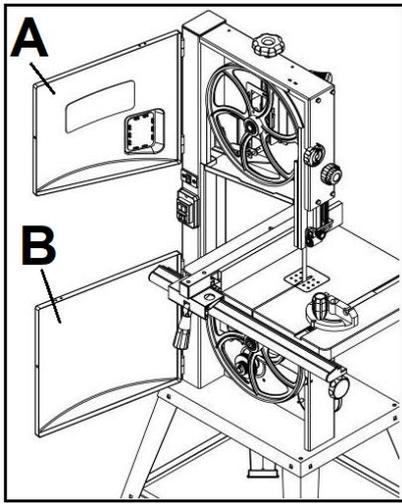
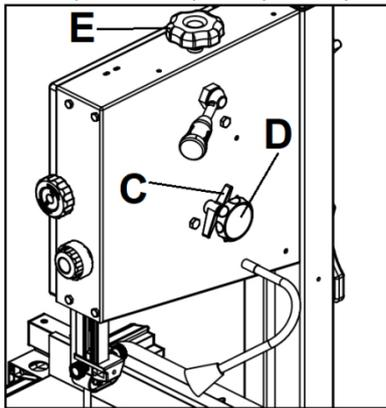
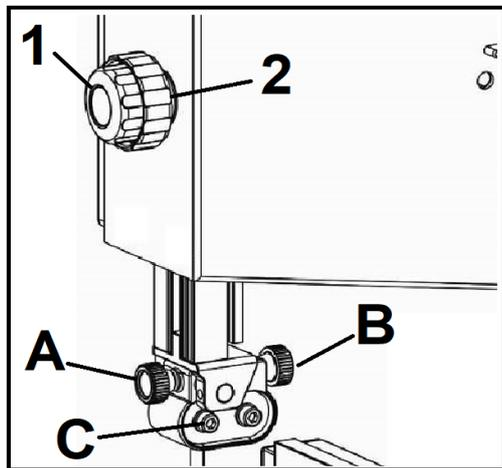

Рисунок 14
Рисунок 15
Рисунок 17
Если пильная лента не движется по центру резинового обода, ход ее необходимо откорректировать, отрегулировав наклон верхнего шкива пильной ленты. Откройте верхнюю и нижнюю дверцы (А, В, Рис. 14). Ослабьте ручку фиксатора регулировки хода, вручную вращайте верхний шкив, не касаясь пильной ленты. Поверните ручку регулировки (D, Рис. 15) по часовой стрелке или против часовой стрелки до тех пор, пока пильная лента не будет двигаться по центру резинового обода. После регулировки снова затяните ручку фиксатора регулировки хода (С, Рис. 15) и закройте крышку.
МЕДЛЕННО поверните ручку регулировки хода (D, Рис. 15), одновременно вращая верхний шкив. Поворот ручки регулировки хода по часовой стрелке (если смотреть с задней стороны станка) приведет к тому, что пильная лента будет смещаться в направлении задней части станка; поворот ручки против часовой стрелки приведет к тому, что лента будет смещаться в направлении передней части станка.
- Поворачивая ручку регулировки (Е, Рис. 15) по часовой стрелке, можно увеличить натяжение пильной ленты.
- Поворачивая ручку регулировки (Е, Рис. 15) против часовой стрелки, можно ослабить натяжение пильной ленты.
Установите верхнюю направляющую пильной ленты с помощью ручки регулировки (2, Рис. 17) на желаемую высоту, ослабив фиксирующую ручку (1, Рис. 17). После регулировки снова затяните фиксирующую ручку.
- Ослабьте ручку (A) и отрегулируйте подшипниковый узел так, чтобы боковые подшипники располагались на расстоянии 1-2 мм от впадины зуба полотна (изогнутая область в основании зуба). Снова затяните ручку (A, Рис. 17).
- Ослабьте ручку (B, Рис. 15) и установите упорный подшипник в положение 0,4 мм от задней кромки ленты. Снова затяните ручку (B, Рис.17).
- Ослабьте болт (C, Рис. 17) и отрегулируйте боковые направляющие подшипники в положение 0,1-0,2 мм от ленты. Снова затяните болт (C).